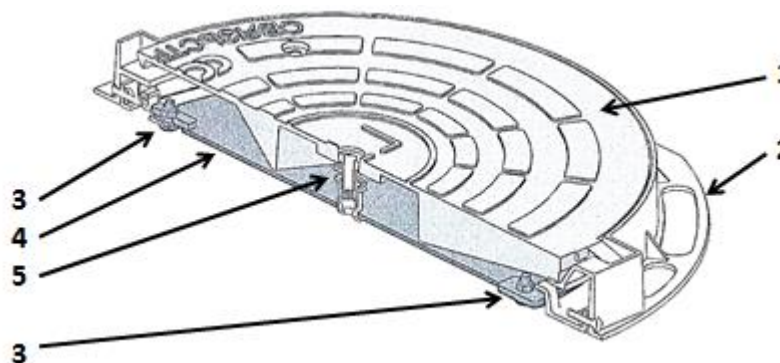

Рис. 4. Разрез устройства УЗЛ-Л ССД с видом запорного механизма в закрытом положении:
1.4. На нижней стальной крышке установлены две стальные задвижки (рис. 3). Задвижки могут двигаться по продолговатым отверстиям в крышке. Для приведения нижней стальной крышки в запорное положение обе задвижки сдвигаются в корпус до упора и фиксируются в этом положении своими гайками (рис. 4) с помощью торцевого ключа с накладной головкой 17 мм (в комплект поставки не входит).
1.5. После этого верхняя чугунная крышка устанавливается на своё место в люке. При этом зафиксированный в чугунной крышке винт запорного механизма устанавливается точно над подвижной гайкой нижней крышки (рис. 4).